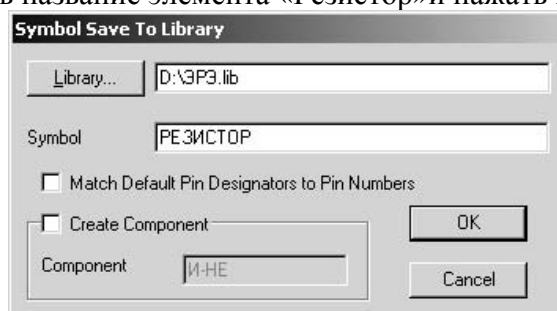

Рис.2.6.5
- Записать созданное УГО резистора в библиотеку с именем ЭРЭ.lib. Для этого выполнить команды **Symbol / Save**. В появившемся окне щелкнуть по кнопке **Library**, в следующем появившемся окне выбрать библиотеку ЭРЭ.lib. В поле **Symbol** набрать название элемента «Резистор» и нажать кнопку Ок (рис.2.6.5).